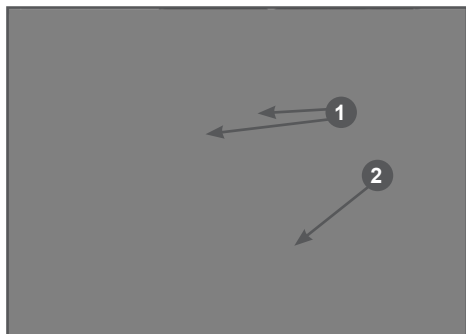

Рис. 26 Кожух защитный ремня привода
3. Открутите два винта 1 крепления и снимите защитный кожух 2 ремня (Рис. 26).